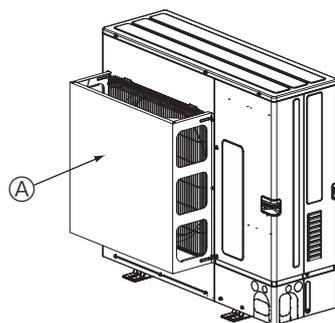

Fig. 2-5
- ② Installeer een optionele luchtgeleider als het apparaat wordt geïnstalleerd op een plaats waar krachtige windstoten bij storm etc. rechtstreeks de luchtuitlaat kunnen binnendringen. (Fig. 2-5)